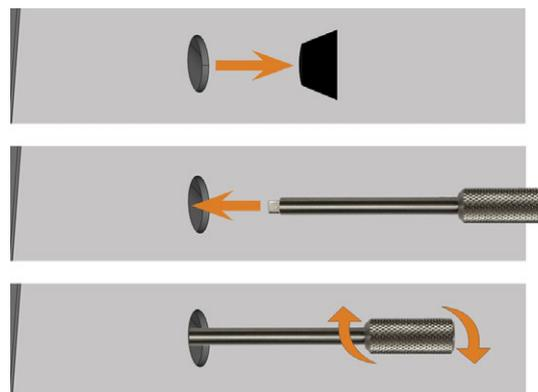

Abb. 48 VERWENDEN DES SCHLÜSSELS FÜR DIE NOT-ENTRIEGELUNG
2. Deaktivieren Sie die Sicherheitsverriegelung der Arbeitsraumtür, wie in der Abbildung gezeigt (→ Abb. 48 unten):